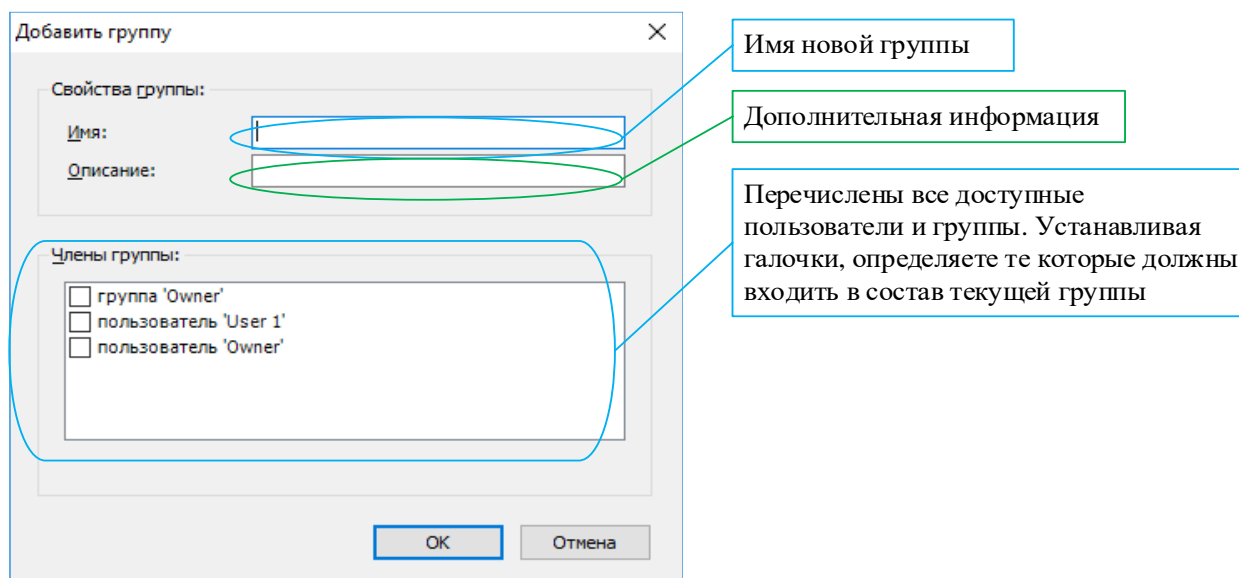

Рисунок 287 – Диалоговое окно добавления группы
- для создания новой группы, в подкатегории **Группы (Groups)**, нажмите на кнопку **Добавить...** откроется диалоговое окно (Рисунок 287). Группу можно изменить и/или удалить, но учтите, что группу «**Everyone**» («**Все**») и «**Owner**» («**Владелец**») удалить не получится;